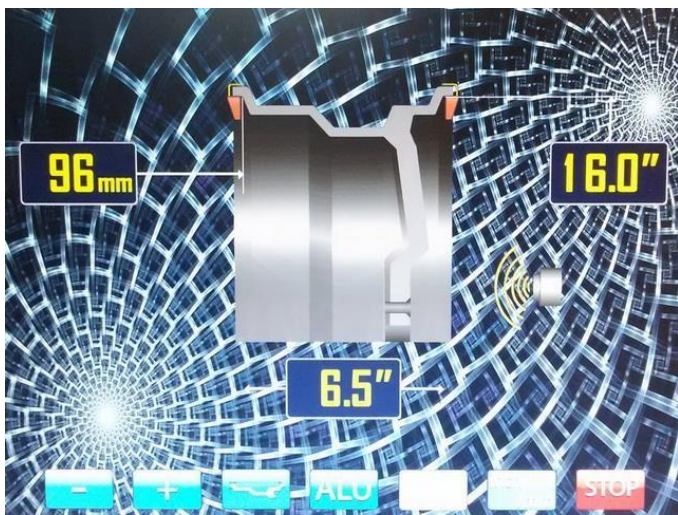

Рис. 10.2.
При включении питания СБ автоматически устанавливается исходный параметр « b », записанный в памяти СБ, который можно проконтролировать, нажимая кнопку A , d , b (кнопка 3 на рис.10.2.)
11.2. . Данная модель СБ снабжена устройством, позволяющим автоматически вводить диаметр колеса и дистанцию до колеса. Для этого необходимо, взяв за рукоятку, вытянуть из корпуса СБ штангу ввода параметров, подвести палец на конце рукоятки к месту установки корректирующих грузов на внутренней стороне диска (см. рис. 10.1) и удерживать штангу в этом положении до появления звукового сигнала, после чего возвратить штангу в исходное положение. При этом экран основного рабочего режима сменится на экран ввода геометрических параметров колеса (рис.10.2). В левом верхнем окне отображается введенная дистанция в мм до плоскости установки балансировочных грузиков с внутренней стороны диска колеса. В правом верхнем окне отображается введенная величина диаметра диска колеса. В нижнем окне отображается ширина диска колеса. В правой части экрана появится изображение УЗ датчика (рис.10.2).
колеса, если требуется их ручная коррекция. Переключение кнопок «-» и «+» для коррекции диаметра и дистанции осуществляется кнопкой A , d , b (кнопка 3 рис.10.2), при этом корректируемая величина выделяется красным цветом, кроме того кнопка A , d , b позволяет перейти к экрану ввода геометрических параметров из экрана основного рабочего режима.
. Введите геометрические параметры колеса как описано в п. 11.2 или 11.4. На экране ввода геометрических параметров отображается стандартная балансировка грузами на пружинках (рис.10.2.).